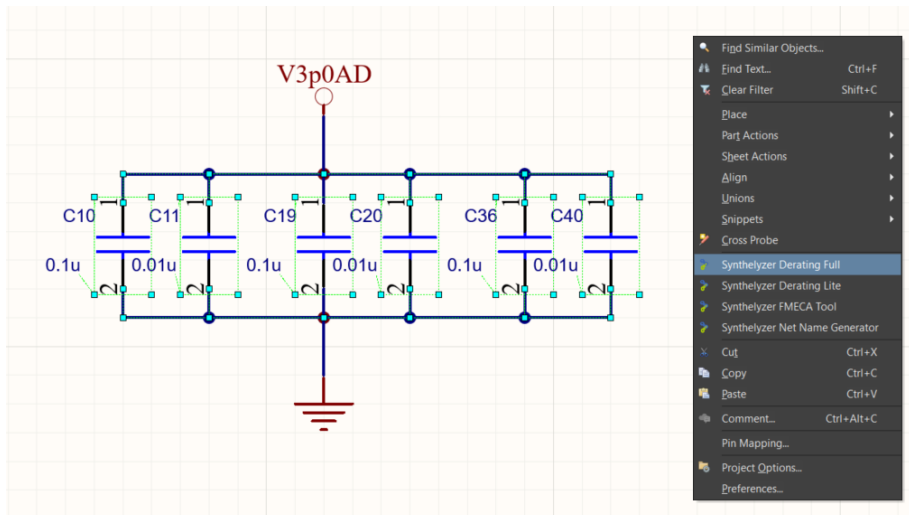

Figure 36. Sélection des composants depuis le schéma et clic droit » Synthelizer Derating Full pour afficher la fenêtre
- ✓ Sélectionnez **Synthelizer Derating Full** (Figure 36).